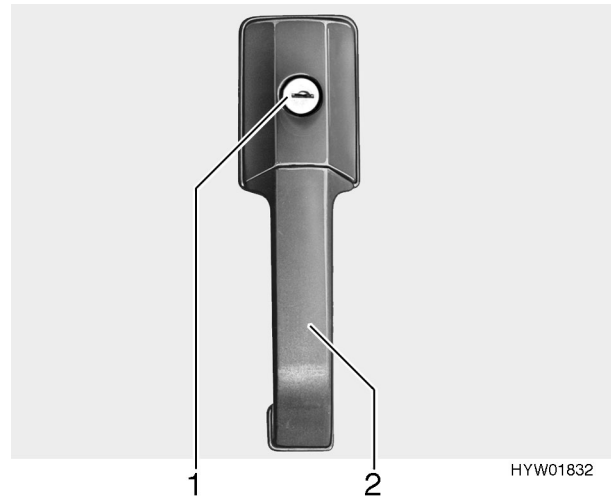
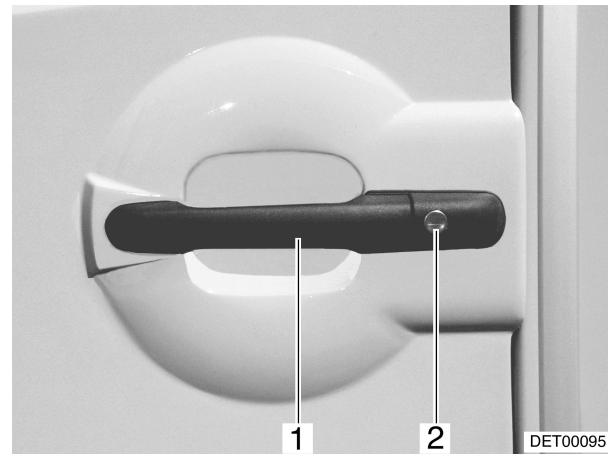

Bild 16 Türschloss, außen (Variante 1)
Bild 17 Türschloss, außen (Variante 2)
- Schlüssel in Schließzylinder (Bild 16,1) bzw. (Bild 17,2) stecken und im Uhrzeigersinn drehen, bis das Türschloss entriegelt ist.
- Durch Ziehen am Türgriff (Bild 16,2) bzw. (Bild 17,1) die Tür öffnen.
- Schlüssel in Schließzylinder (Bild 16,1) bzw. (Bild 17,2) stecken und entgegen dem Uhrzeigersinn drehen, bis das Türschloss verriegelt ist.